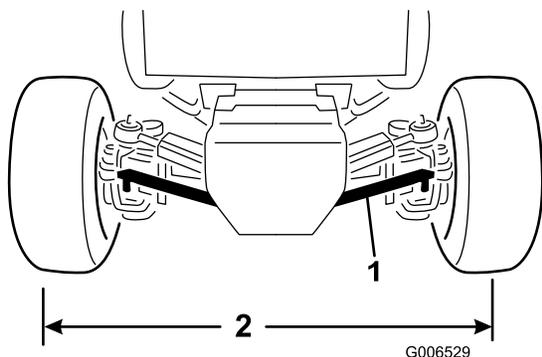

Figura 65
acoplamiento al soporte ubicado en el eje, y separe la rótula del eje (**Figura 65**).
3. Enrosque o desenrosque la rótula de la barra de acoplamiento hasta que la distancia de centro a centro entre las ruedas traseras, por delante y por detrás, sea la misma (**Figura 65**).